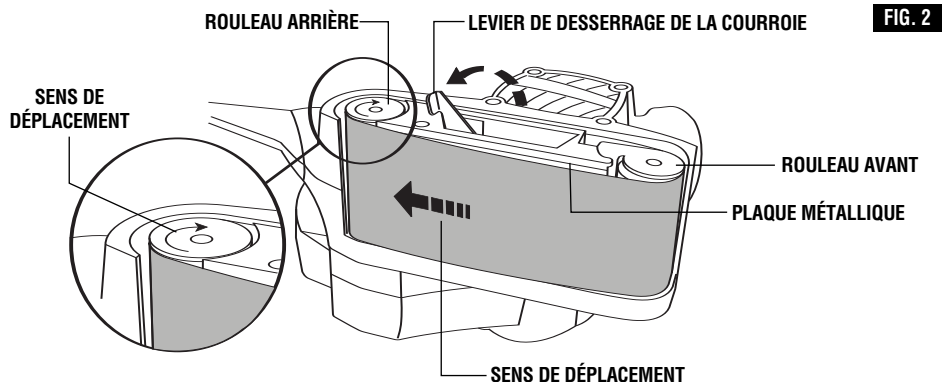

FIG. 2
1. Placez la ponceuse sur son côté et déplacez le levier en direction de la flèche pour contracter le rouleau avant et relâcher la tension de la courroie (Fig. 2).